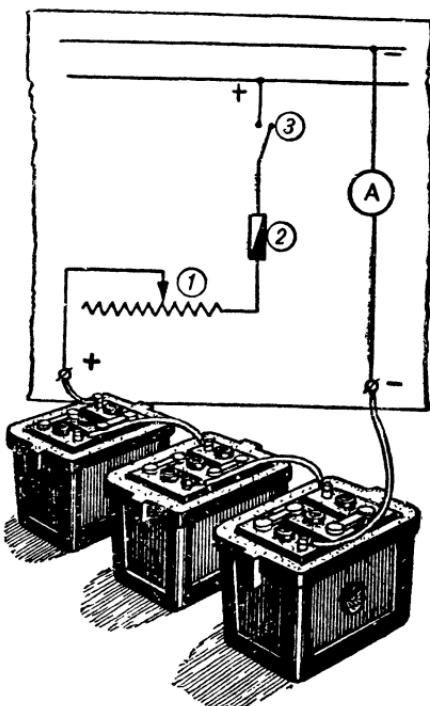

Рис. 20. Схема зарядки аккумуляторов: 1 — реостат; 2 — предохранитель; 3 — рубильник; А — амперметр.
5. Устанавливают силу зарядного тока и производят зарядку. На зарядных базах и в школах, где находится заряжать большое количество аккумуляторов, применяются специальные зарядные щитки. Электрическая схема такого щитка показана на рис. 20.